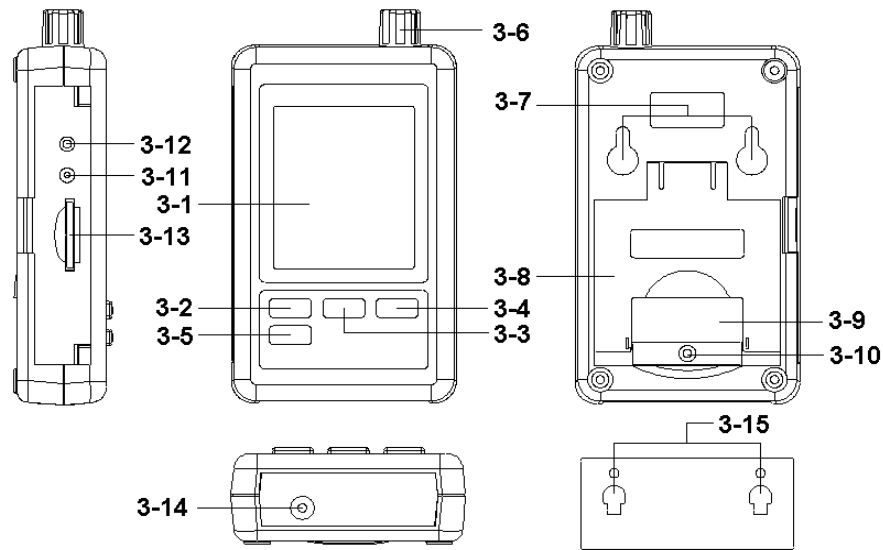

Fig. 1
- * Suelte los tornillos de la tapa de la batería (3-10, Fig. 1) y retire la “tapa de la batería” (3-9, Fig. 1) del medidor.
2) La "Pantalla" (3-1, Fig. 1) mostrará tanto la humedad y la temperatura como el valor del barómetro. (3-6, Fig. 1).
Prepare una "tarjeta de memoria SD" (1 GB hasta 16 GB, opcional), inserte la tarjeta SD en la ranura de la tarjeta (3-13, Fig. 1) con la dirección correcta.
Presione el botón " Logger" (3-2, Fig. 1) > 2 segundos continuamente, hasta que en la pantalla aparezca el indicador "DATALOGGER", suelte el botón " Logger " (3-2, Fig. 1), y los datos de medición con la información del tiempo se guardarán en la memoria del circuito.
Durante la función del Datalogger (la pantalla muestra el indicador "Datalogger"), presione el botón Logger (3-2, Fig. 1) > continuamente durante dos segundos hasta que el indicador de la pantalla " DATALOGGER " desaparezca, suelte el botón "Logger" para terminar con la función de Datalogger.
Presione el botón " Tiempo " (3-3, Fig. 1) > continuamente durante 2 segundos y la pantalla LCD mostrará la información del Año/Mes/Fecha, Hora/Minuto/Segundo y el valor de muestra.
- 1) Después de ejecutar la función de Data logger, retire la tarjeta SD de la "Ranura de la tarjeta" (3-13, Fig. 1).